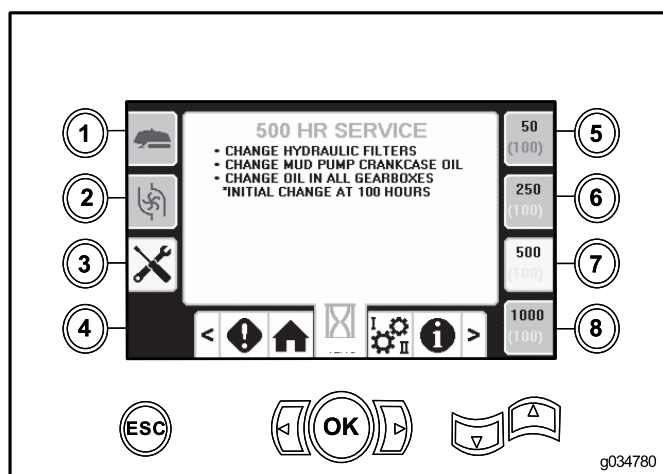

Figure 8
- Bouton 7 – calendrier d'entretien à 500 heures (Figure 8)